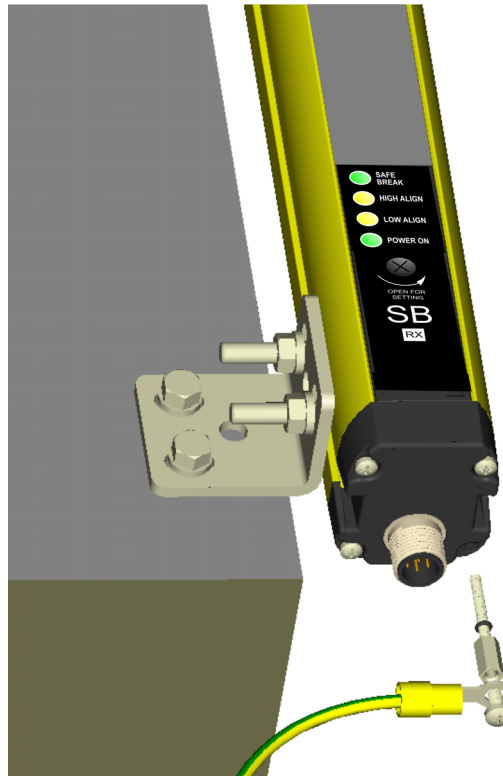

Fig. 19
- Il n'est pas indispensable de relier à la terre les deux unités; le cas échéant, on pourra effectuer cette connexion en vissant la vis appropriée (livrée) à la place d'une des 8 vis qui fixent les têtes de chacune des barres (voir Fig. 19).